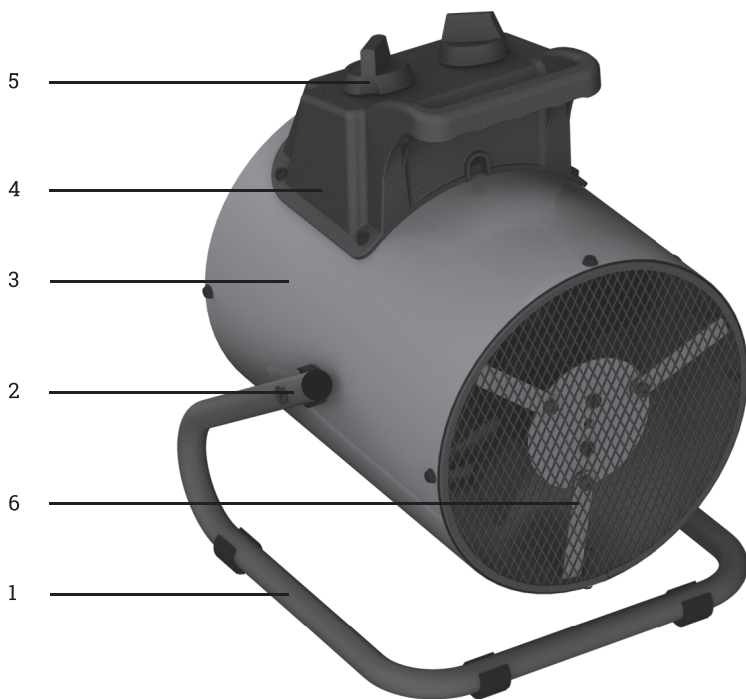

Рис. 1. Устройство прибора: 1) подставка, 2) фиксатор, 3) поворотный корпус, 4) воздуховыпускная решетка, 5) блок управления и ручка, 6) воздухозаборная решетка
Несущая конструкция тепловентилятора (рис.1) состоит из корпуса (3), изготовленного из листовой стали и имеющего цилиндрическую форму. В корпусе размещены вентилятор и трубчатые электронагревательные элементы. Снаружи корпуса расположен блок управления (5). Корпус, закрытый воздухозаборной (6) и воздуховыпускной (4) решетками, фиксируется к подставке (1) и имеет возможность поворота